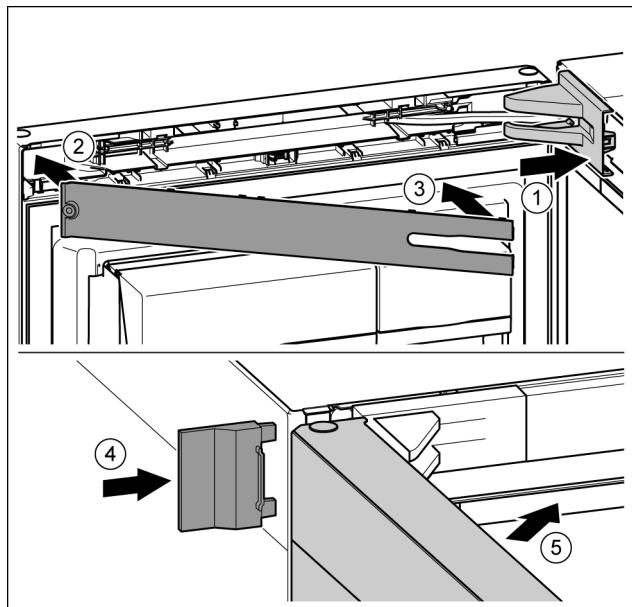

Fig. 23
- Встановіть та зафіксуйте кришку опорного кронштейна, у разі необхідності — обережно розтисніть. Fig. 23 (1)
- Встановіть накладку. Fig. 23 (2)
- Поверніть і зафіксуйте накладку. Fig. 23 (3)
- Насуньте зовнішню кришку. Fig. 23 (4)
- Закріпіть верхні дверцята. Fig. 23 (5)